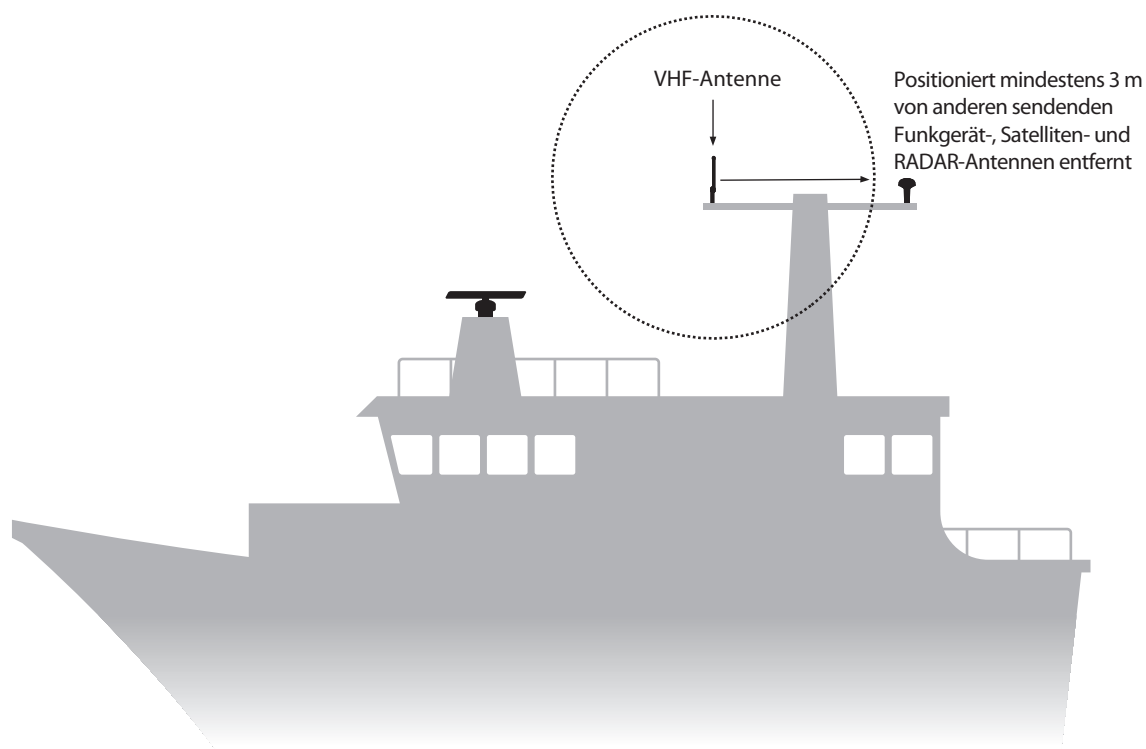

Abbildung 41 Installation der VHF-Antenne
- Die AIS-VHF-Antenne sollte idealerweise direkt über oder unter der primären VHF-Mobilfunkantenne des Schiffs montiert werden, ohne horizontalen Abstand und mit einem vertikalen Abstand von mindestens 2 m. Wenn sie sich auf derselben horizontalen Ebene wie andere Antennen befindet, sollte der räumliche Abstand zwischen diesen mindestens 10 m betragen. Weitere Informationen hierzu finden Sie in Abbildung 41.